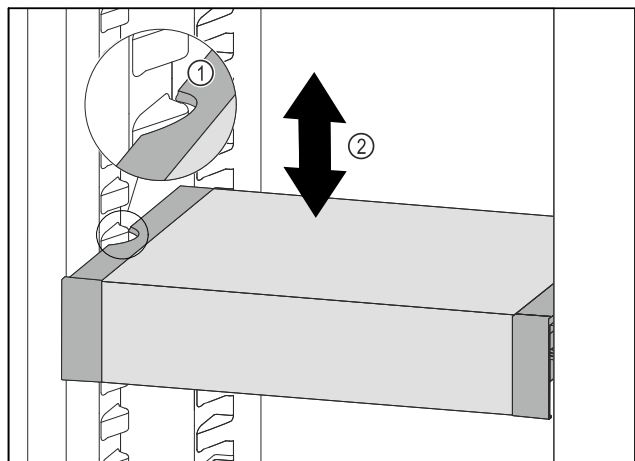

Fig. 84
- ▶ Изтеглете VarioSafe напред, докато страничните прорези на VarioSafe се намират на височината на реброто на съда в хладилната част. Fig. 84 (1)
- ▶ Преместете VarioSafe нагоре или надолу в хладилната част, докато се достигне желаната височина. Fig. 84 (2)